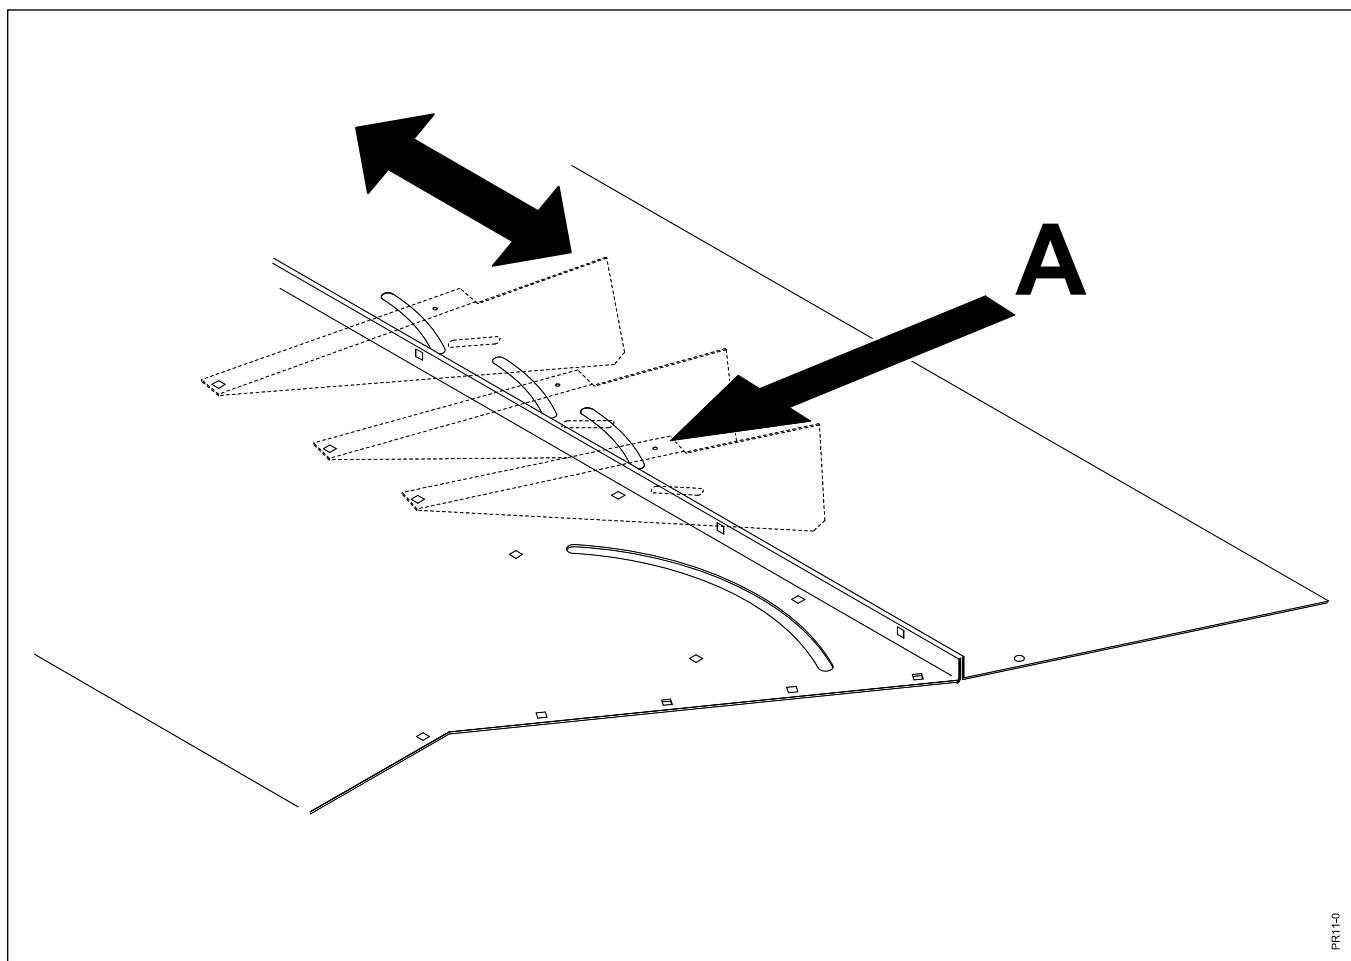

Fig. 3-14
**Fig. 3-14** Alle spredepladerne kan justeres hver for sig i bananformede huller. Det gøres enkelt ved at løsne øjemøtrikkerne og bevæge spredepladen til den ønskede stilling.